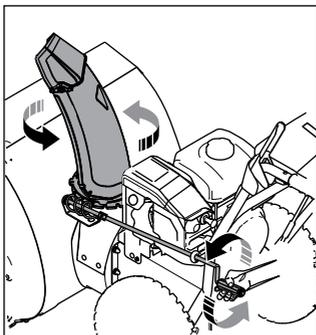
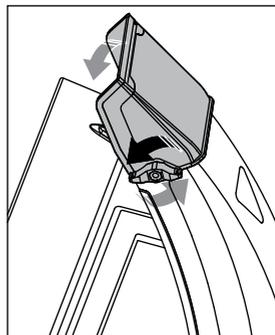

Рис. 15
Рис. 16
7. Поверните ручку вращения желоба, чтобы установить направление выбрасываемого снега (рис. 15).
8. Чтобы отрегулировать дальность выброса снега, настройте угол дефлектора с помощью барашковых гаек (рис. 16).
1. С помощью рукоятки поворота желоба (рис. 15) выберите желаемое направление выброса. Выберите дальность выброса с помощью наклона дефлектора (рис. 16). Не направляйте выбрасываемый снег в сторону дорог общего пользования, зданий, автомобилей и мест возможного появления посторонних людей. Для большей эффективности работы следует выбирать направление выброса по ветру.